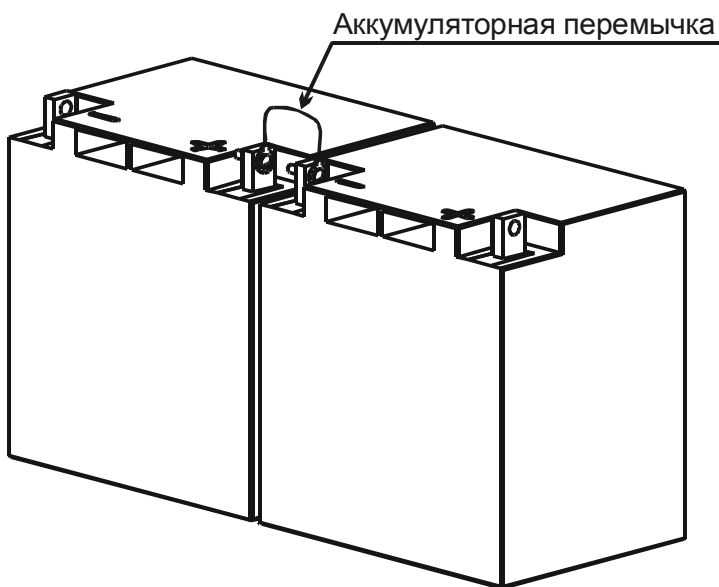

Рисунок 3
- соединить аккумуляторной перемычкой два аккумулятора в батарею как показано на рис.3;